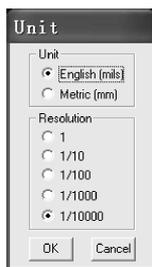

图 17-34 Unit 对话框
(7) 在相应的位置处单击鼠标左键进行放置。
(8) 重复以上的移动操作，移动钻孔层的主文件图形。注意，这里需要按<S>键，使光标不附着在格子上，然后执行菜单栏中的“Setting” “Unit”命令，系统会弹出如图 17-34 所示的对话框，在该对话框中选“1/10000”单选按钮，然后单击“OK”按钮退出。这样便提高了选取基准点的精度，即提高了对齐的精度。